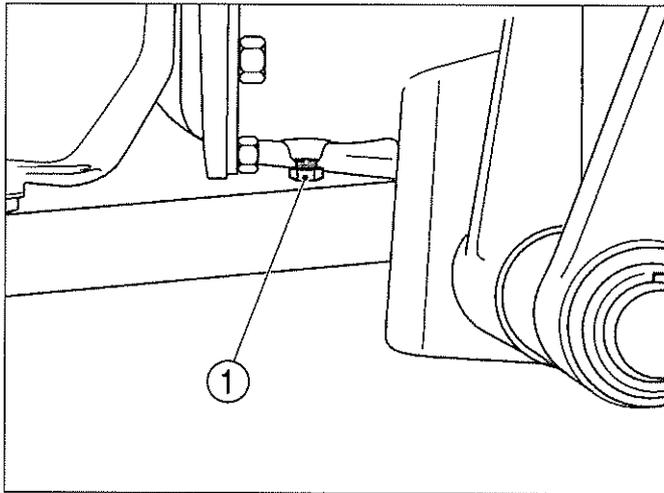

FIG. 71 / ABB. 71 / FIG. 71
FIG. 71 : Il convient de retirer le bouchon fileté (1) de la partie inférieure du carter d'embrayage une fois par an ou en cas de patinage de l'embrayage. Toute fuite d'huile provenant du joint arrière du vilebrequin du moteur et/ou de l'arbre primaire se manifesterà par un écoulement d'huile par l'orifice. Contactez votre concessionnaire ISEKI en cas de pertes d'huile.